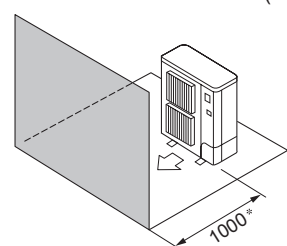

Fig. 2-6
- ④ Окружающие предметы спереди (Fig. 2-6)